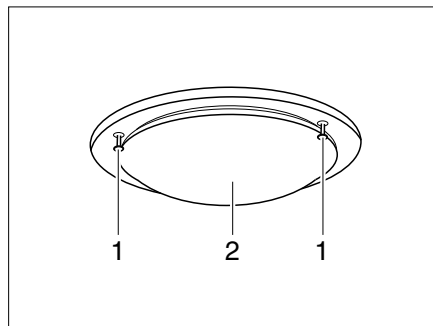

Bild 170 Deckenleuchte
- Schrauben (Bild 170,1) lösen und Glasabdeckung (Bild 170,2) vorsichtig abnehmen.